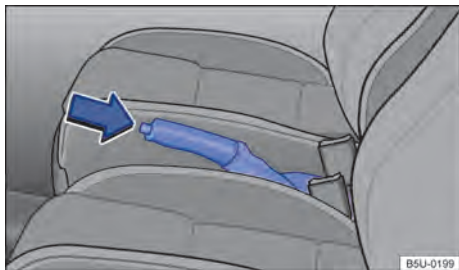

Fig. 89 Entre os bancos dianteiros: alavanca do freio de estacionamento.
- Puxar a alavanca do freio de estacionamento para cima com o botão bloqueador pressionado → Fig. 89 (seta).
- Puxar a alavanca do freio de estacionamento um pouco para cima e pressionar o botão bloqueador → Fig. 89 (seta).